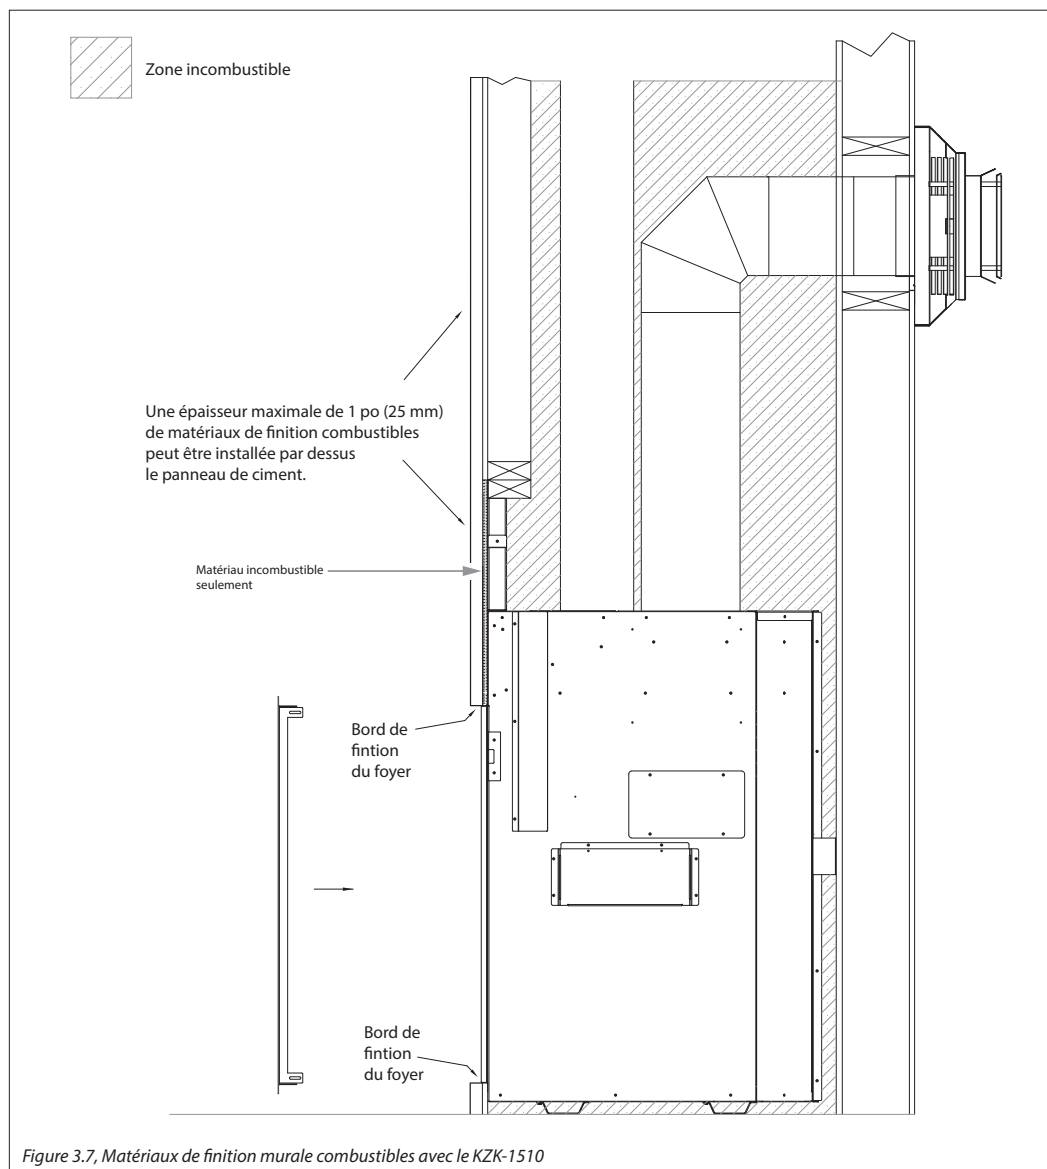

Figure 3.7, Matériaux de finition murale combustibles avec le KZK-1510
- La Figure 3.7 montre l'installation de matériaux combustibles de finition murale d'une épaisseur maximale de 1 po (25 mm). Ces matériaux combustibles sont installés par dessus tous les matériaux incombustibles exigés, tels que montrés à la Figure 3.3 (page 15).